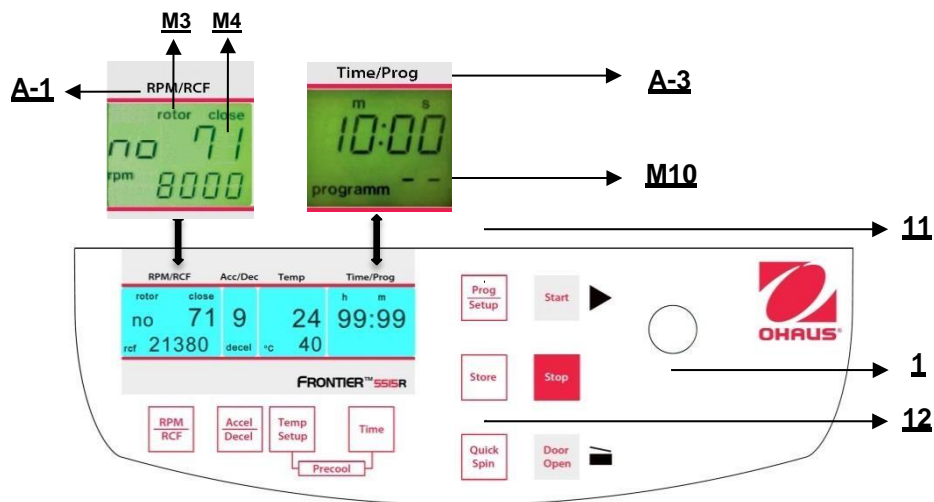

Figura 25
Per richiamare i programmi salvati, premere il tasto "**Prog/Setup**" (11) (fare riferimento alla figura 25) quando il coperchio è già chiuso. Sul display "**Time/Prog**" (A-3), appare la parola "**programm -**" (M10). Il numero di programma desiderato può essere pre-selezionato mediante la manopola di regolazione (1).